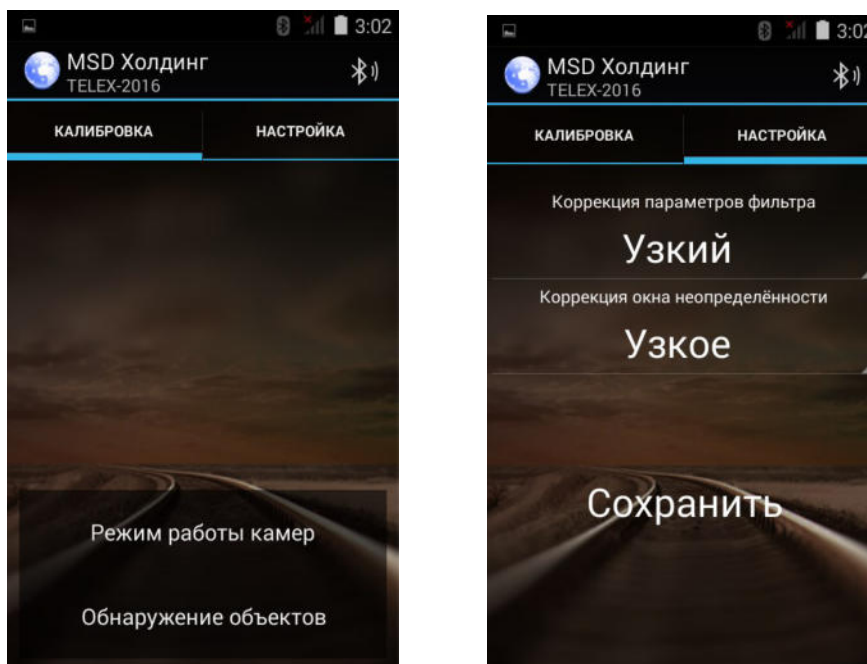

Рисунок 22. Коррекция параметров фильтрации.
2.4.3.4 В появившемся меню выбрать раздел «**Настройка**» (см.Рис.22).
2.4.4.4 В появившемся меню выбрать раздел «**Настройка**» (см.Рис.22).